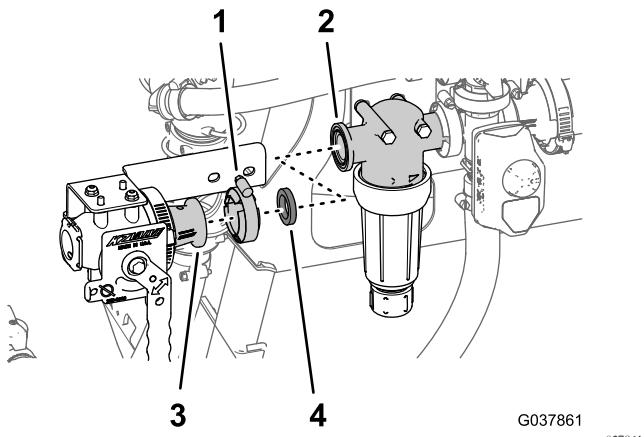

Figura 63
- Allineate la flangia della valvola di intercettazione del nebulizzatore e la guarnizione - 25 x 35 mm (1 x 1-3/8 poll.) alla flangia della testa del filtro (Figura 63).
- Montate la valvola di intercettazione del nebulizzatore sulla testa del filtro (Figura 63) con un morsetto flangiato - 40 - 64 mm (1-9/16 - 2-1/2 poll.).